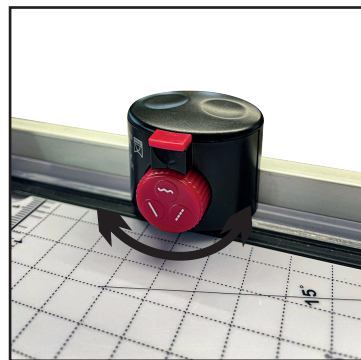

Figura 1
*Nota: As lâminas são acomodadas em uma caixa protetora, conforme Figura 1:*